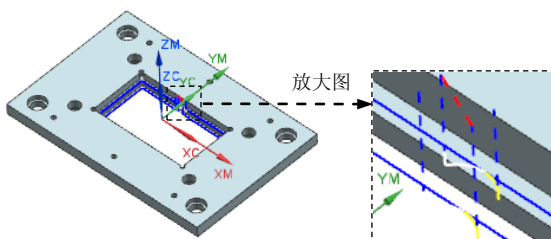

图 11.55 刀路轨迹
Step1. 在“平面铣”对话框中单击“生成”按钮 ，在图形区中生成图 11.55 所示的刀路轨迹。